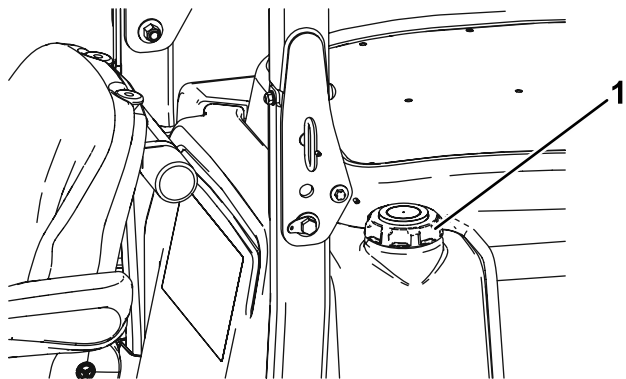

Bild 13
3. Schrauben Sie den Tankdeckel ab (**Bild 13**).